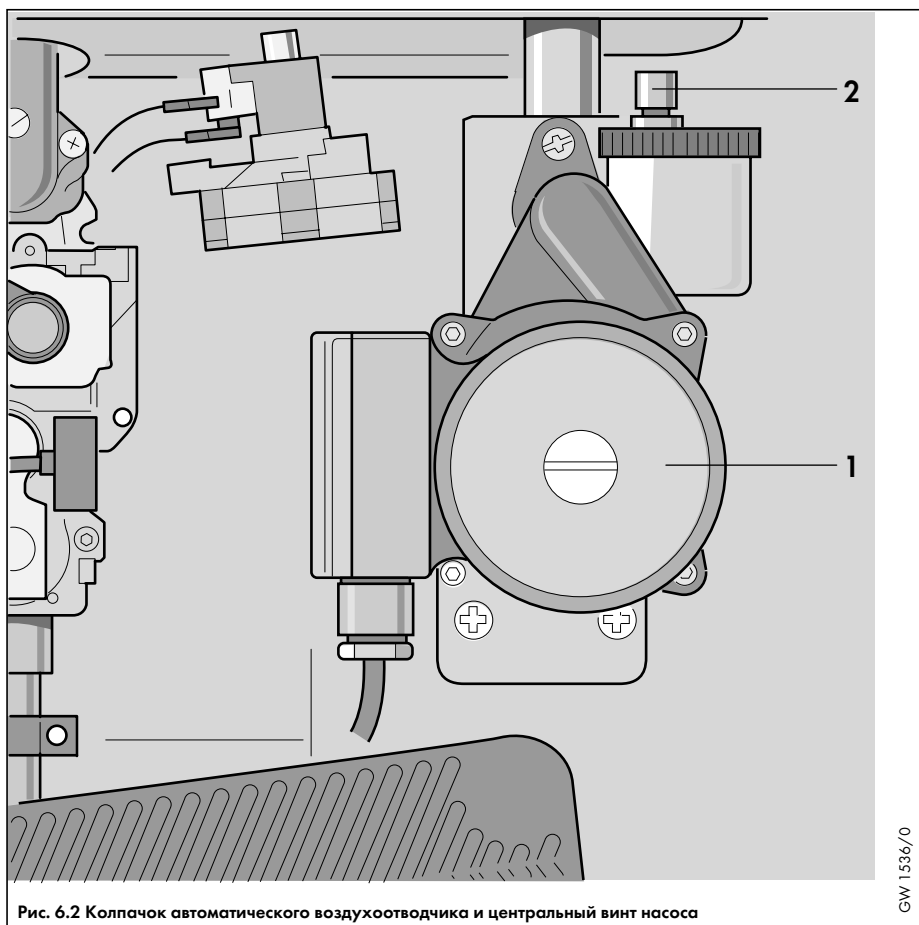

Рис. 6.2 Колпачок автоматического воздухоотводчика и центральный винт насоса
- Открутить на 1-2 оборота колпачок автоматического воздухоотводчика аппарата (2, рис. 6.2). Во время работы аппарата колпачок должен оставаться в таком же неплотно закрытом состоянии, чтобы остаточный воздух или газы могли быть удалены из аппарата;
- Полностью удалить воздух из насоса, отвернув центральный винт (1, рис. 6.2);